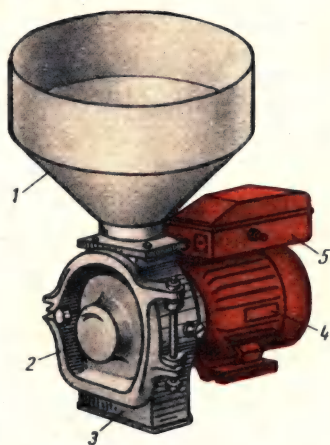

Рис. 25. Микродробилка МКД-Ф-1-2:
*Измельчители зерна* (табл. 25) — машины с высокоскоростными рабочими органами (рис. 25).